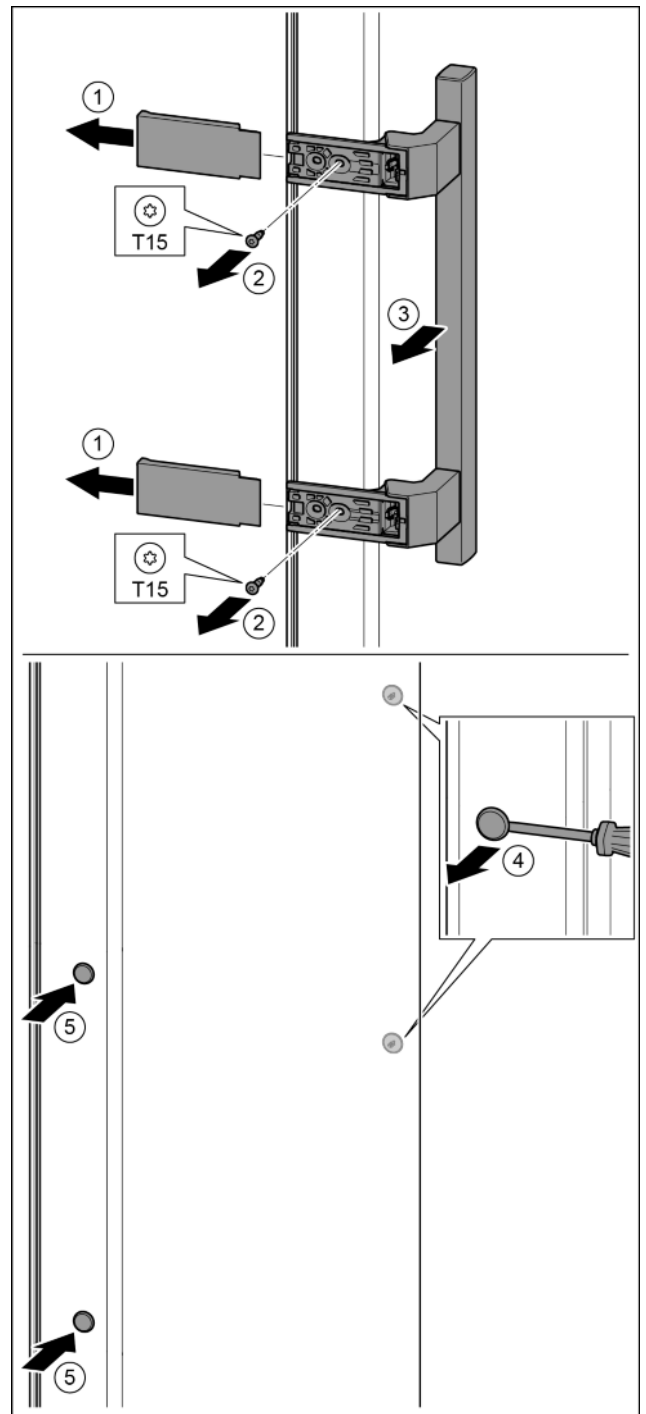

Fig. 32
- ▶ Abdeckung abziehen. *Fig. 32 (1)*
- ▶ Schrauben mit Schraubendreher T15 herausdrehen. *Fig. 32 (2)*
- ▶ Griff abnehmen. *Fig. 32 (3)*
- ▶ Seitlichen Stopfen vorsichtig mit einem Schlitzschraubendreher anheben und herausziehen. *Fig. 32 (4)*
- ▶ Stopfen auf der anderen Seite wieder einsetzen. *Fig. 32 (5)*